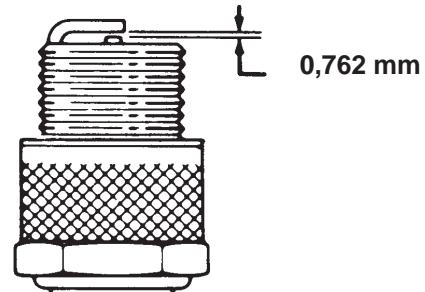

Bild 40
4. Stellen Sie den Elektrodenabstand zwischen der zentralen und der Seitenelektrode auf 0,762 mm ein (Bild 40). Montieren Sie die Zündkerzen mit korrektem Abstand und ziehen sie mit 20 Nm an.